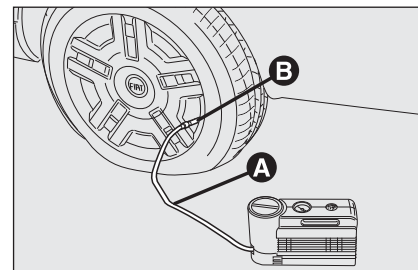

fig. 12
- Serrer le frein à main** . Dévisser le capuchon de la valve du pneu, enlever le tuyau flexible de remplissage **A**-fig. 12 et visser la bague **B** sur la valve du pneu;